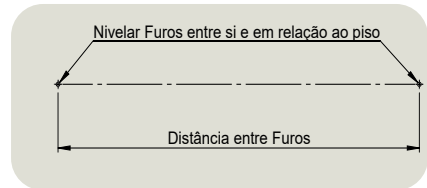

Figura 11 – Marcação dos furos
2. Na parede seleccionada para a instalação, **MARCAR** com lápis ou caneta a posição dos furos dos pontos de fixação conforme o Modelo do Toalheiro. **UTILIZAR** o nível e a trena para os corretos nivelamento e posicionamento (Figura 11);